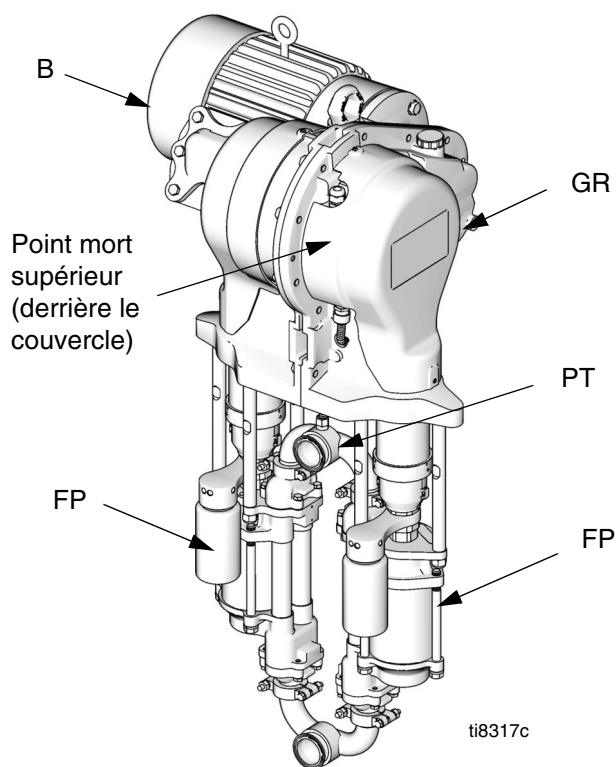
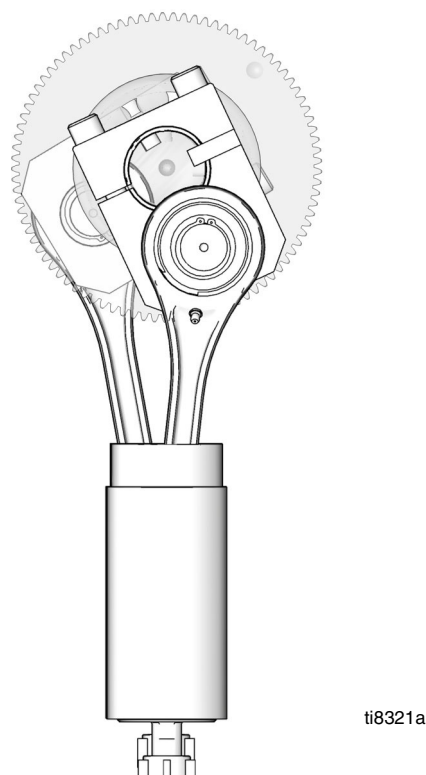

FIG. 1 . Pompe de circulation électrique
FIG. 2 . Vue en transparence illustrant les positions décalées de la course
Un moteur électrique (B) alimente un démultiplicateur (GR) au rapport 75:1, qui, à son tour, alimente deux pompes produits (FP). Voir FIG. 1. Les positions de la course des deux pompes sont décalées pour fournir un débit constant de la pompe. Voir FIG. 2.